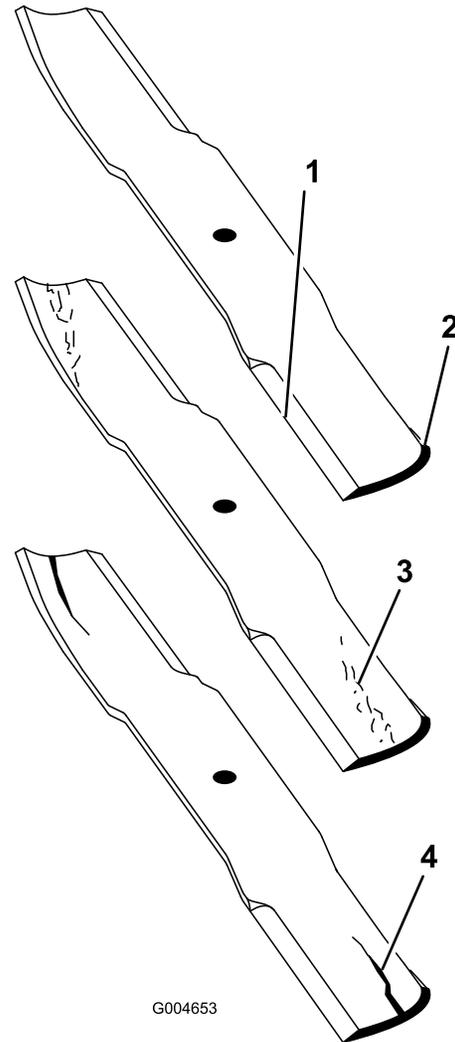

Figure 91
2. Examinez attentivement les tranchants de la lame, particulièrement au point de rencontre de la partie plane et de l'ailette (**Figure 91**).
Remarque: Le sable et les matières abrasives peuvent éroder le métal à cet endroit, c'est pourquoi il est important de contrôler l'état de la lame avant d'utiliser la tondeuse. Remplacez la lame si elle est usée (**Figure 91**).